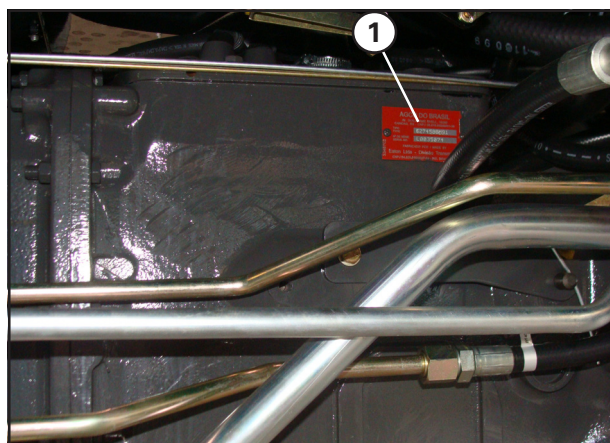

Рис. 31
Закреплена справа на коробке передач (1)(рис.31).